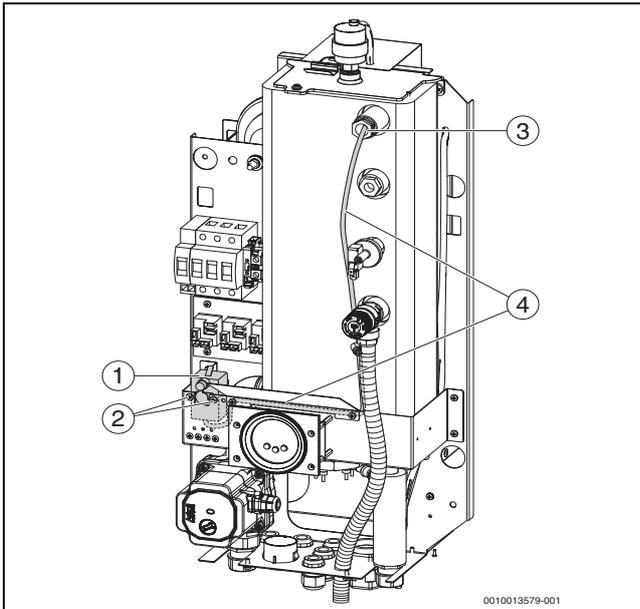

Fig. 28 Plassering av sikkerhetstemperaturbegrenseren og kapillarføleren
- ▶ Ta låsefjæren ut av termometerlommen, trekk ut kapillarføleren til termostaten, løsne kapillarene fra bunten, skru av og ta ut den opprinnelige sikkerhetstemperaturbegrensere. (→ fig. 28, [3, 4])